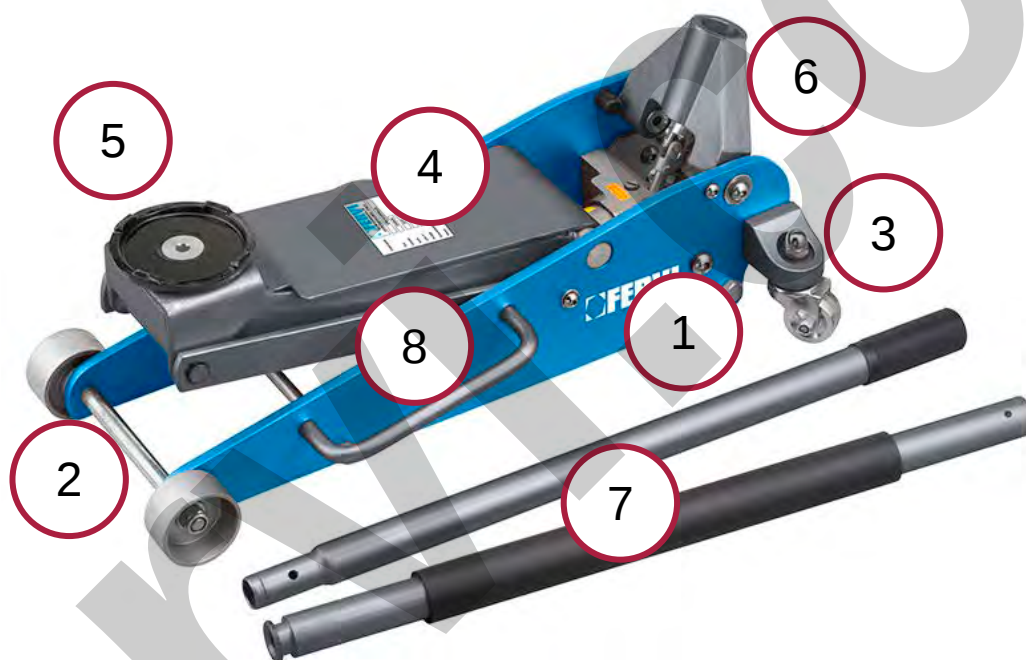

Figura 1 - Vista generale del cric a carrello.
Il Cric a carrello è formato da (vedere la Figura 1):
- la maniglia, sul telaio del Cric a carrello, per lo spostamento ed il trasporto (vedere rif.8 in Figura 1).